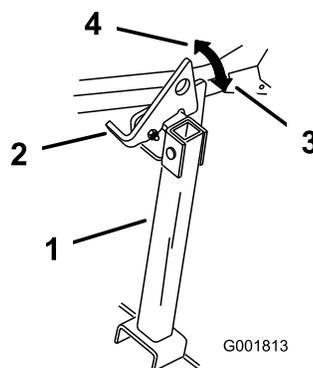

Рисунок 44
2. Поднимите защелку в разблокированное положение (Рисунок 44).